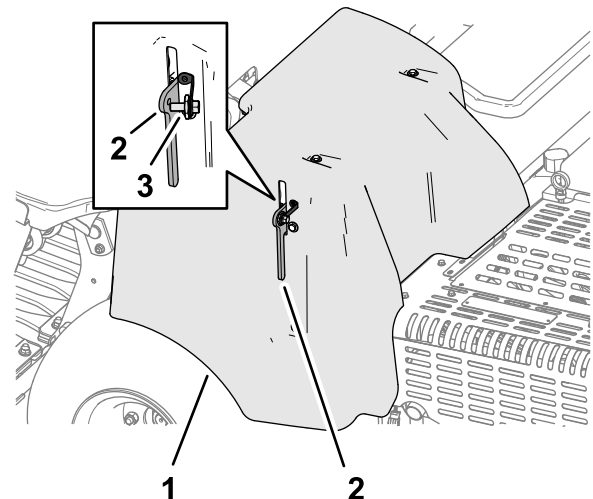

Bild 141
1. Wenn Ihre Maschine mit einem CE-Gurtschloss der Riemenabdeckung ausgestattet ist, lösen Sie die Schraube des Gurtschlosses, bis sie sich vom Schloss löst (Bild 141).